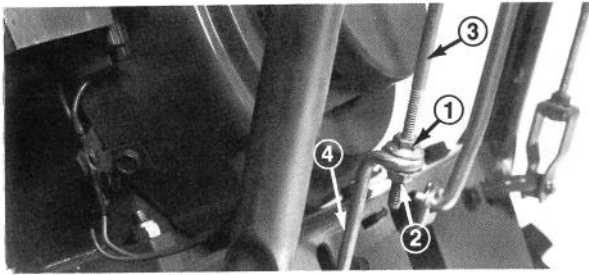
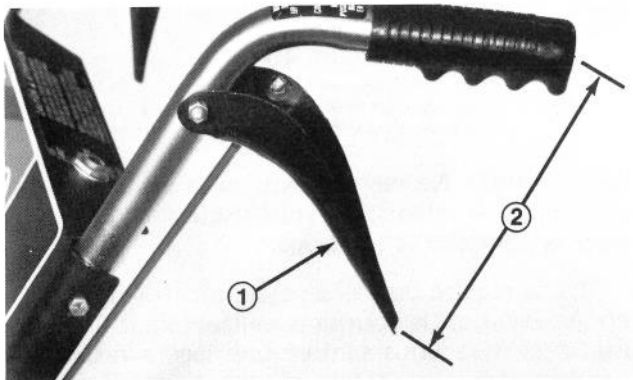

Figure 33
Figure 34
1. Desserrez les écrous de blocage qui fixent la tige de commande de traction supérieure à la tige de commande de traction inférieure (Fig. 33)
2. Réglez l'écrou de blocage supérieur (Fig. 33) jusqu'à ce qu'il y ait un écartement d'environ 8 pouces (20,3 cm.) entre le centre du mancheron et le bout du levier de commande de traction (Fig. 34).